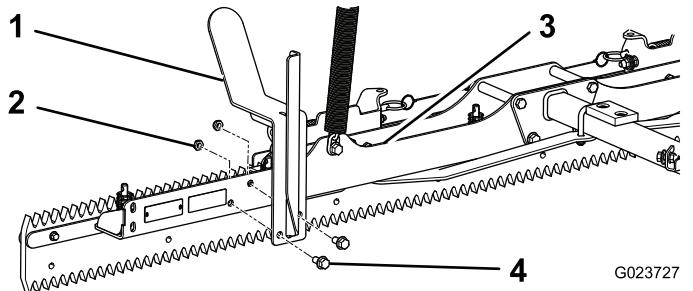

Figura 4
2. Alinee los taladros de un soporte con los taladros de la parte delantera de la placa inferior de la placa escarificadora (Figura 4).